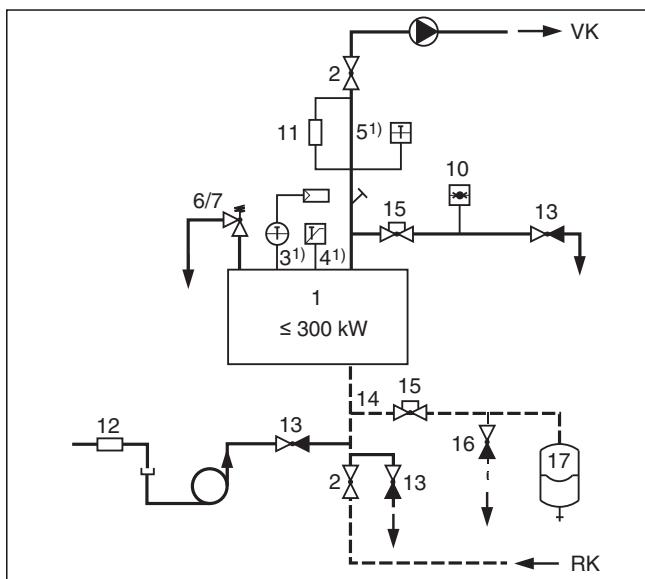

Рис. 37 Приборы безопасности по EN 12828 для котла  $\leq 300 \text{ кВт}$  с  $STB \leq 110^\circ\text{C}$  (прямой нагрев)
- 1) (рис. 37 и 38) базовая комплектация системы управления котла: максимально достижимая температура подающей линии в сочетании с системами управления Logamatic примерно на 18 К ниже температуры отключения (STB).
**Пояснения к рис. 37 и 38:**